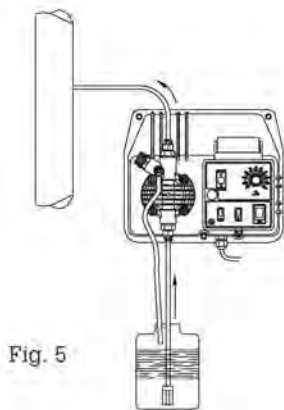
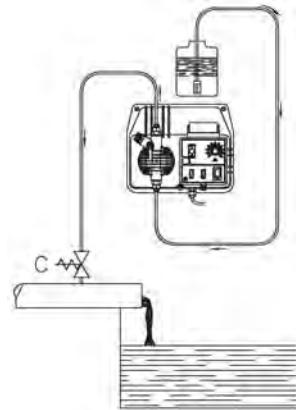

Fig. 5
Fig. 6
- Placer la pompe de la manière indiquée dans la figure 5 en tenant compte du fait qu'elle peut être fixée aussi bien au dessus qu'au dessous du liquide à doser dans une limite maximale de 2 mètres. Le point d'injection doit toujours être placé plus haut que le liquide à injecter. Ne pas installer la pompe directement sur le réservoir car certains additifs dégagent des vapeurs qui risquent d'endommager l'appareil. Pour une installation correcte se reporter à la figure 12. Si l'installation à traiter travaille à la pression atmosphérique (introduction de l'additif à déchargement libre), le réservoir de l'additif doit toujours se faire plus haut que le point d'injection (Fig. 6), contrôler périodiquement la fonctionnalité de la soupape d'injection, car si elle est trop usée l'introduction de l'additif dans l'installation risque de se faire par chute (même avec l'appareil arrêté). Si le problème persiste, insérer une soupape de contre-pression C calibrée de manière appropriée entre la pompe doseuse et le point d'injection (Fig. 6). Pour des liquides dégageant des exhalations agressives, ne pas installer la pompe au dessus du réservoir à moins que celui-ci ne soit fermé hermétiquement.